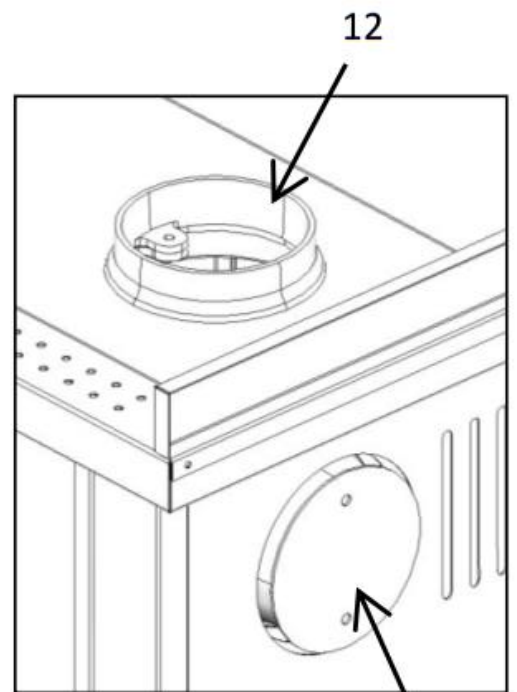

FIGURE-7
3. Ürününüzde hem üstten hem de arkadan baca opsiyonu sunulmuştur. Üstten bacalı olarak size gelecektir. Arkadan bacaya çevirmek için arka baca kapama sacını (13) ve üst döküm baca boğazını (12) sökün. Kapama sacını (13) döküm baca boğazının (12) altına yerleştirerek civatalar vasıtasıyla her iki parçayı monte edin. Bacanızı arka taraftaki çıkış ağızına bağlayın. (Figure-7)